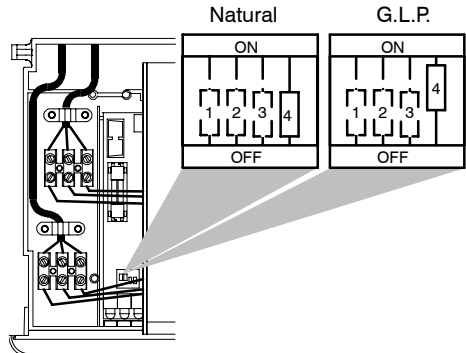

fig. 8.3
- 8 Colocar el micro selector "4" fig. 8.3 en ON para los gases Butano y Propano, en OFF para el gas Natural.